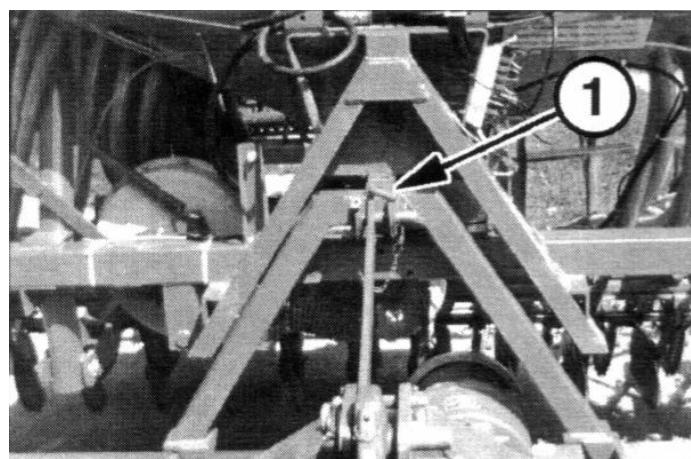

Рис. 21. Присоединение сеялки
7. Осторожно поднимите ротационную борону и присоедините быстронавесное устройство на треугольную подвеску сеялки. Рычаг безопасности (1. рис. 21) быстронавесного устройства должен запастись. Проконтролируйте правильное западание рычага безопасности.